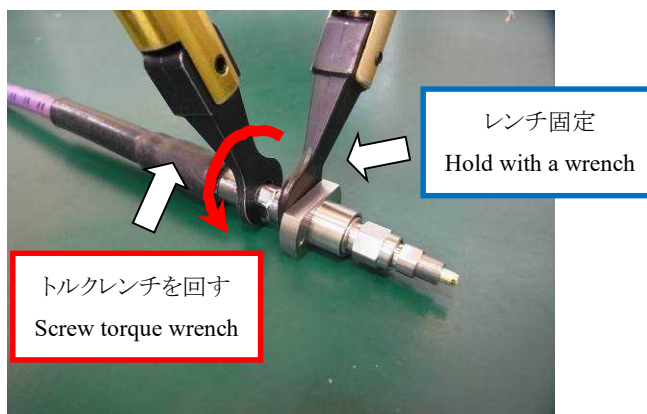

Figure.6 取り付け例
- 注 1 ①High Cycle Probe と MHF High Cycle Adaptor Base Unit の取り付け回数は 100 回以内として下さい。
- 注 2 SMA-P 側を手で回し仮締めした後、Fig.6 のように、SMA-J を固定し適正トルク 0.57Nm のトルクレンチと固定レンチを用いて固定して下さい。必ず SMA-P 側のみを回して下さい。
1. **Mounting durability of ① : Maximum 100 cycles.**